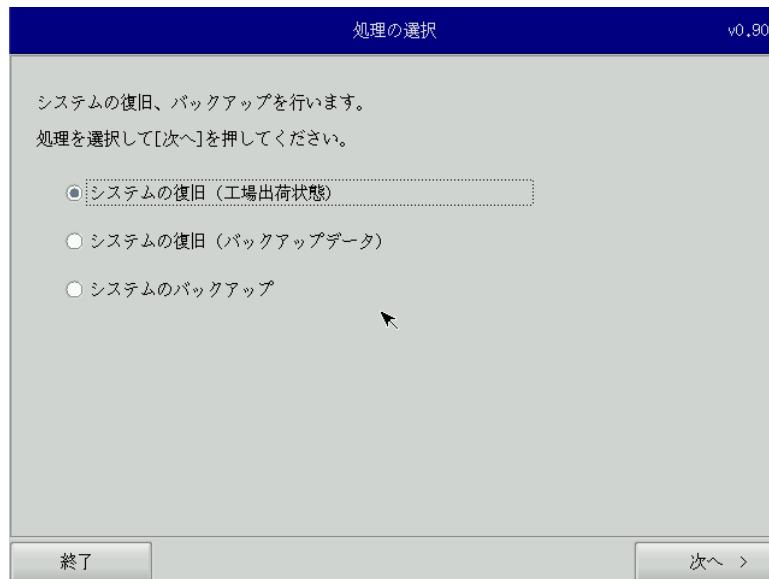

図6-1-5. リカバリメイン画面
- ⑫ 再起動し、正常にリカバリDVDから起動すると図6-1-5のリカバリメイン画面が表示されます。
- ① LAN ケーブルが接続されている場合は、LAN ケーブルを取り外してください。
- ② USB メモリ、SD カードなどのストレージメディアが接続されている場合は、ストレージメディアを取り外してください。
- ③ 「6-1-1 リカバリ DVD 起動」を参考にリカバリ DVD を起動させます。
- ④ リカバリメイン画面（図 6-1-5）で [システムの復旧（工場出荷状態）] を選択し、[次へ] ボタンを押します。
- ① LANケーブルが接続されている場合は、LANケーブルを取り外してください。
- ② USBメモリ、SDカードなどのストレージメディアが接続されている場合は、ストレージメディアを取り外してください。
- ③ 「6-1-1 リカバリDVD起動」を参考にリカバリDVDを起動させます。
- ④ リカバリメイン画面（図6-1-5）で[システムのバックアップ]を選択し、[次へ]ボタンを押します。
- ④ リカバリメイン画面（図 6-1-5）で [システムの復旧（バックアップデータ）] を選択し、[次へ] ボタンを押します。